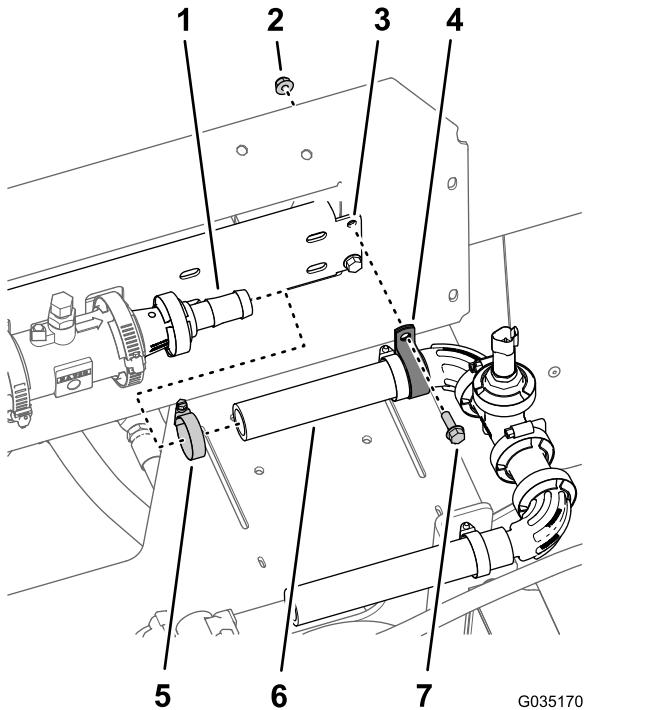

Figura 59
- Montate il flessibile (1 x 7½") collegato al trasduttore di pressione e al collettore (Figura 59) sul raccordo flangiato dentellato (1 poll.).
- Fissate, senza serrarlo, il flessibile al raccordo flangiato dentellato con una fascetta stringitubo (Figura 59).
- Fissate il trasduttore di pressione e il collettore all'intaglio nel relativo supporto con un serratubi a R (Figura 59), il bullone a testa flangiata (¼" x ¾") e un dado di bloccaggio flangiato (¼") che avete rimosso al passaggio 5 di Smontaggio delle valvole di sezione delle barre dal supporto del collettore (pagina 28).